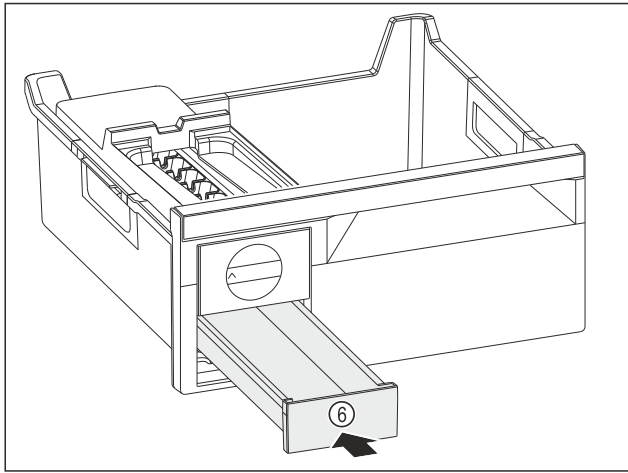

Fig. 188
- ▶ Встановіть форму для льоду Fig. 188 (6).